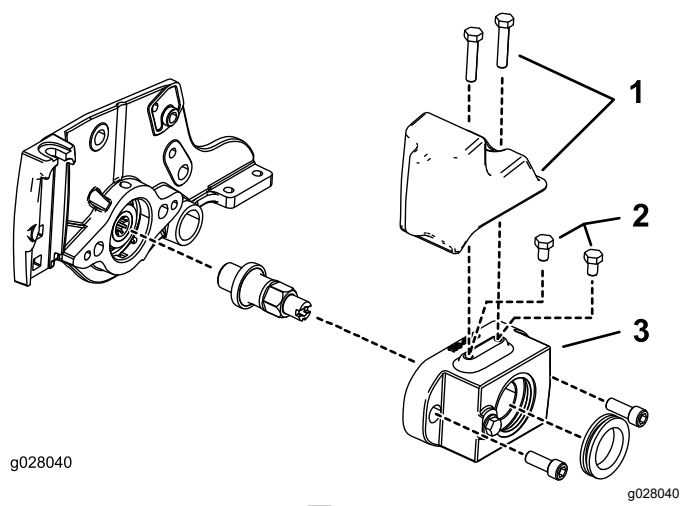

図5
- 油圧駆動 5" リールモータでは、ローラブラシハウジング上部にボルト 5/16-18 x $\frac{1}{2}$ " 2本を取り付ける 図5。
- 電気駆動 5" リールでは、ローラブラシハウジング上部にボルト 5/16-18 x 1 -1/2" 2本を使ってエンドウェイトを取り付ける 図5を参照。